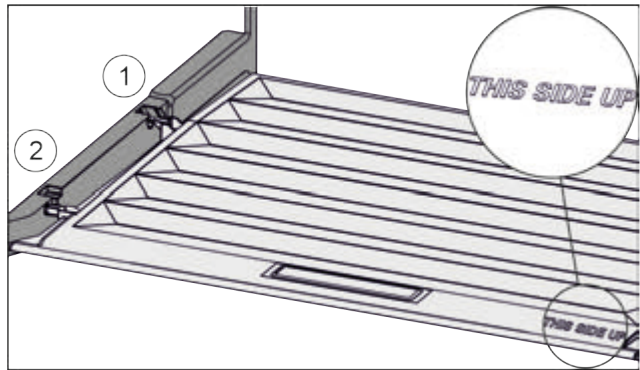

Fig. 52
- ▶ Вставити поперечні ребра через отвір заднього тримача Fig. 52 (1) і зафіксувати спереду у тримачі Fig. 52 (2).